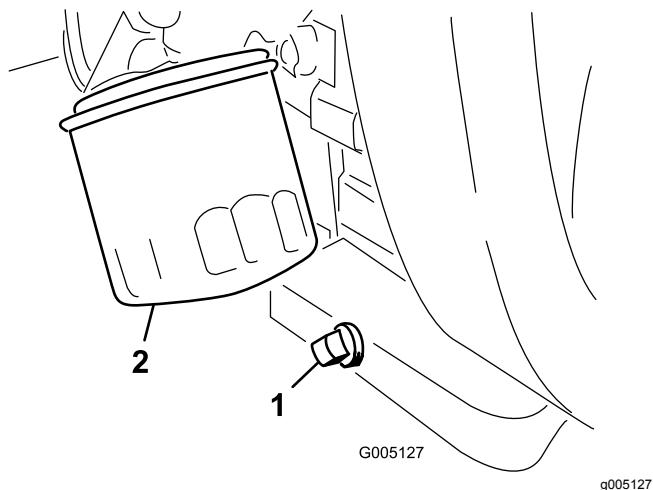

図 28
- ドレンプラグ 図 28を外してオイルを容器に受ける。オイルが抜けたらドレンプラグを取り付ける。
- オイルフィルタ図 28を外す。